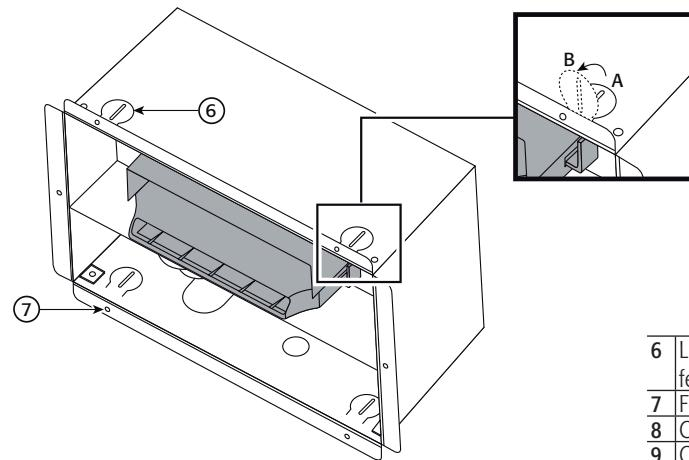

Fig. 5
- Inserire il distributore di vapore nel foro praticato e bloccarlo piegando la linguetta di fissaggio (Fig. 5) e applicando le 6 relative viti;
- Place the steam blower in the hole and secure it by bending the securing tab (Fig. 5) and fastening the 6 screws supplied;